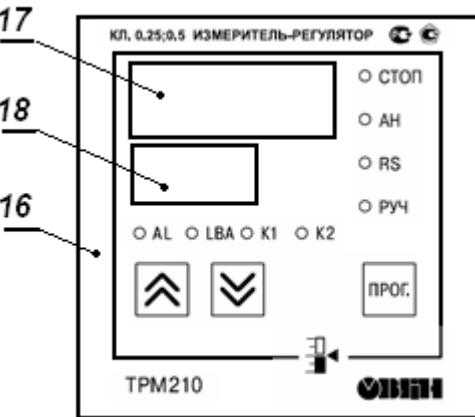

Рис.2. Внешний вид лицевой панели измерителя-регулятора TPM210.
4.6 Внешний вид лицевой панели измерителя-регулятора TPM210 изображен на рис.2.